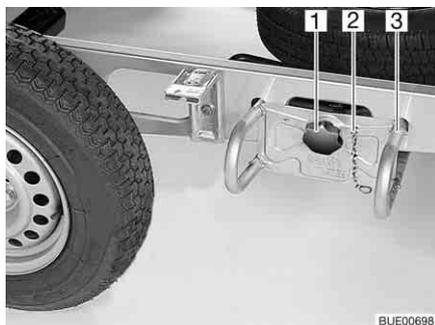

Fig. 252 Soporte para la rueda de repuesto
- Desenganchar la cadena de seguridad (Fig. 252,2).
- Aflojar y desenroscar el tornillo de mando estrellado (Fig. 252,1).
- Extraer el portador de la rueda de repuesto (Fig. 252,3) unos 10 cm y depositarlo en el piso.